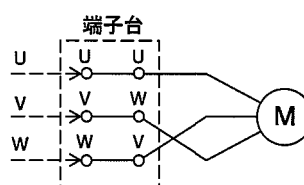

図3.3.4
- ・バルブの種類や姿勢等の条件によっては、モータ側のリード線を入れ替えることもあります。(図3.3.4)この場合も三相電源のU、V、Wは外線接続側符号の通りに接続してください。これにより所定の回転方向となります。